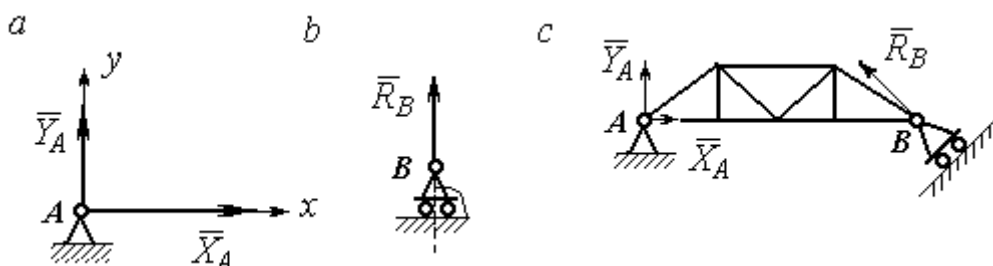

Рис. 1.2. Реакции шарнирных опор:
**Цилиндрический шарнир и подвижная опора (каток).** Цилиндрический шарнир (на рис. 1.2, *a* обозначен буквой *A*) представляет собой устройство, которое допускает поворот тела в плоскости, перпендикулярной оси шарнира (например, цилиндрическая втулка, надетая на неподвижный цилиндр).
Реакция цилиндрического шарнира  $\vec{R}_A$  лежит в плоскости, перпендикулярной оси шарнира. При решении задач неизвестную по величине и направлению реакцию цилиндрического шарнира представляют в виде составляющих,  $\vec{X}_A, \vec{Y}_A$ , направленных вдоль координатных осей (см. рис. 1.2, *a*). Величина реакции  $\vec{R}_A$  определяется по формуле:  $R_A = \sqrt{X_A^2 + Y_A^2}$ , где  $\vec{X}_A, \vec{Y}_A$  – составляющие реакции.
Реакция  $\vec{R}_B$  опоры на каток (подвижной опоры) (рис. 1.2, *b*) перпендикулярна опорной поверхности.
На рис. 1.2, *c* показаны реакции связей мостовой конструкции с цилиндрической шарнирной опорой и подвижной опорой (катком). Реакция цилиндрического шарнира в точке *A* изображена в виде разложения на взаимно перпендикулярные составляющие  $\vec{X}_A, \vec{Y}_A$ , реакция  $\vec{R}_B$  катка в точке *B* перпендикулярна наклонной плоскости, на которой стоит каток.